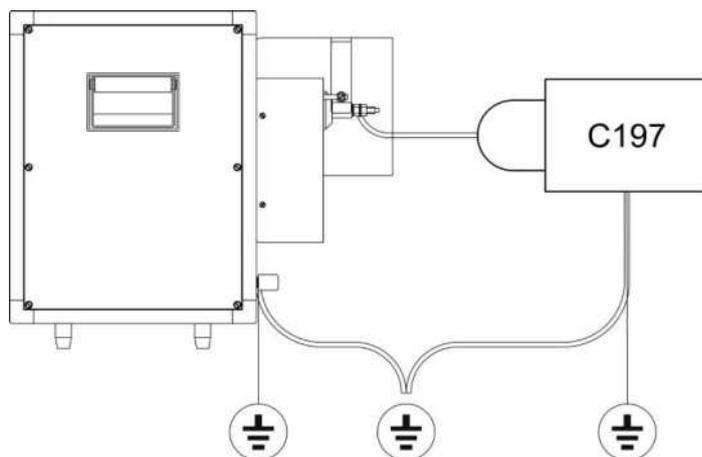

Рис. 15
8.6. Проверку работы системы измерения высокого напряжения СВНИ-20 проводите следующим образом (рис.15):